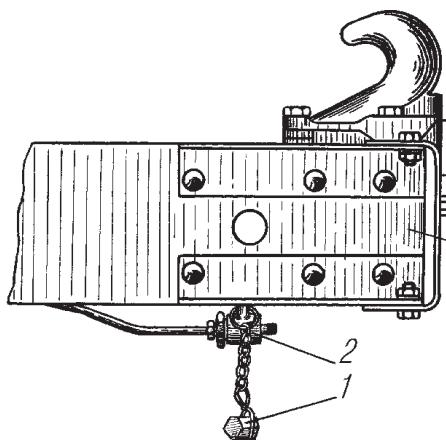

Рис. 19. Клапан буксирный:
**Буксирный клапан** (рис. 19), установленный на правом кронштейне переднего буфера, предназначен для снабжения воздухом тормозной системы автомобиля при буксировании его с неисправным двигателем.